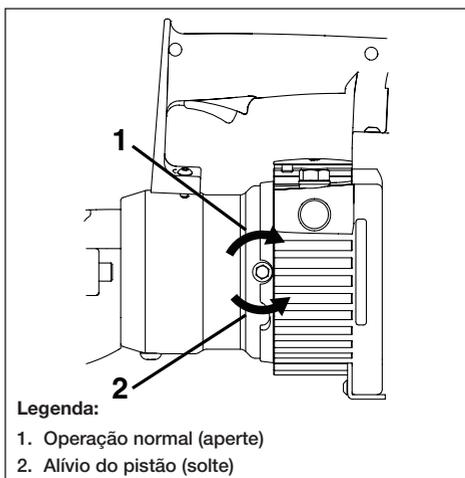

Figura 4, parafuso de alívio do pistão
Antes de usar o cortador, verifique que o parafuso de alívio do pistão está girado totalmente em sentido horário. Use uma chave Allen de 8 mm. Veja a Figura 4.
3. Certifique que o parafuso de alívio do pistão está virado totalmente em sentido horário. Veja a Figura 4.